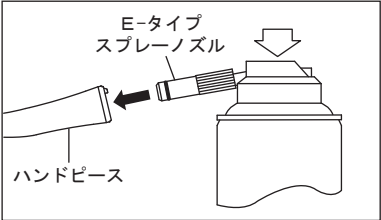

図6
- 2) E-タイプスプレーノズルをハンドピース後部へ挿し込み、ハンドピースを押さえて、ハンドピース先端よりオイルが出るまで2～3秒スプレーします。注油は先端から異物等の汚れが出なくなるまで繰り返し行います(図6)。
- 3) 最後に、パナスプレープラス(図6)または弊社製自動注油システムによる注油を行います。